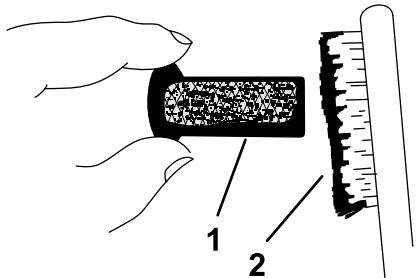

Figure 46
9. Avec une brosse, décalaminez la grille du pare-étincelles avec précaution (Figure 46).